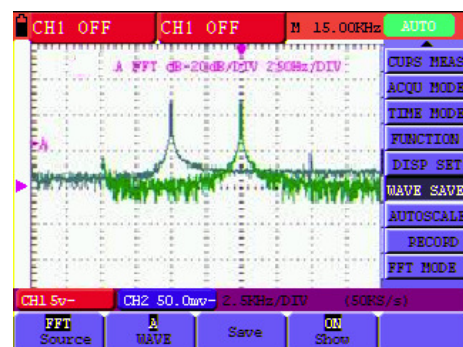

Рисунок 50. Сохранение осциллограммы в режиме БПФ
6. Нажмите кнопку **F4**, чтобы включить отображение осциллограммы, сохраненной по указанному адресу, на дисплее. Осциллограмма, сохраненная по адресу A, будет показана на дисплее зеленым цветом, а ее нулевой уровень, значения напряжения и времени – лиловым цветом (см. рисунок 50).